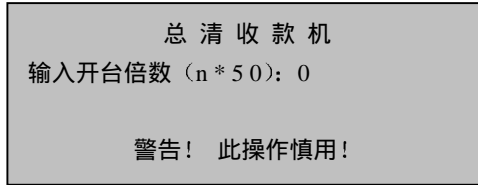

图 3-42
- 2) 按“小计”确认，进入总清收款机输入状态，如图 3-42 所示；